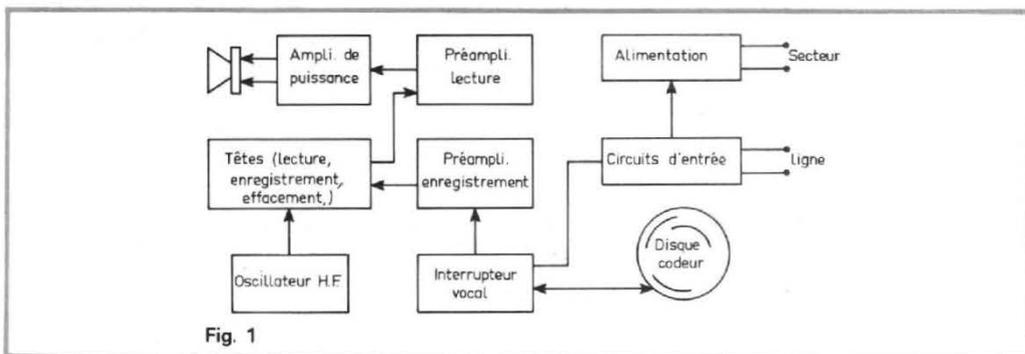

Fig. 1
Le bloc diagramme de la figure 1 fait apparaître les principaux sous-ensembles. Une alimentation prélève, sur le secteur, l'énergie électrique nécessaire au fonctionnement, et délivre les tensions stabilisées requises par les autres cir-
Les principales sorties, et les commandes, sont regroupées sur la face avant, dont la photographie de la figure 1 donne l'aspect. Les références chiffrées, données dans le texte ci-dessous, correspondent aux numérotations de la figure 1.
Outre la génération continue des différentes formes d'onde, le TEKELEC TA 44 peut délivrer ces mêmes signaux soit sous forme de trains d'ondes, soit avec une modulation de fréquence. Le choix du mode est sélectionné par le commutateur (3) de la figure 1.